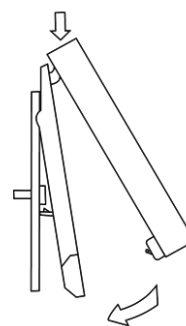

Fig. 46
- Uma vez feita a ligação, coloque o ecrã sobre a traseira (Fig. 46)